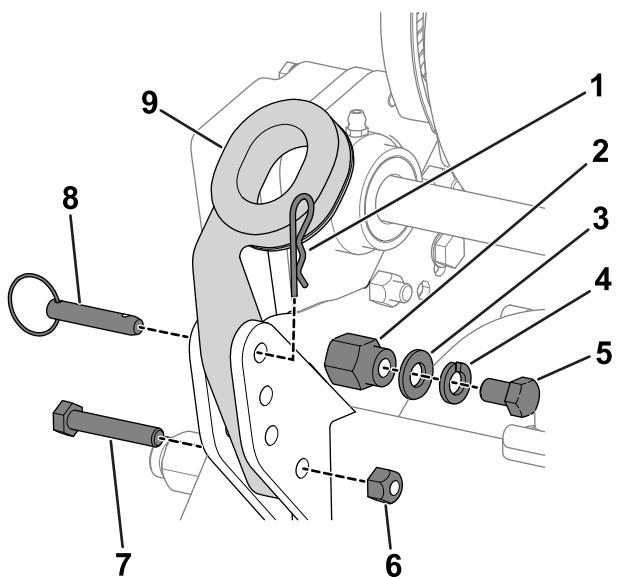

Рисунок 3
- Удалите болты (5/16 дюйма), контргайки, штифты с кольцом и игольчатые шплинты, которые крепят нижние концы рычагов рукоятки к каждой боковой стороне машины (Рисунок 3).
- Удалите болты (3/8 дюйма), шайбы и стопорные шайбы с монтажных штифтов на каждой стороне машины (Рисунок 3).
- Вставьте торцевые части рукоятки в отверстия в рычагах рукоятки и совместите отверстия с монтажными штифтами (Рисунок 3).
- Прикрепите рычаги рукоятки к задней части рамы с помощью снятых ранее болтов (5/16 дюйма), контргаек, игольчатых шплинтов и штифтов с кольцом (Рисунок 3).